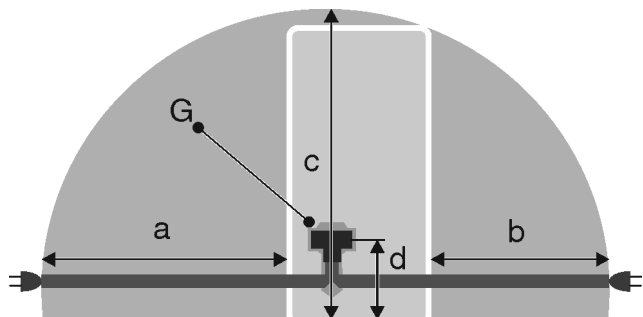

Fig. 20 *
- La presa non si trova dietro all'apparecchio bensì nelle aree a o b Fig. 20 (a, b, c).
- ▶ Inserire la spina Fig. 20 (G) sul retro dell'apparecchiatura. Accertarsi che si innesti correttamente.